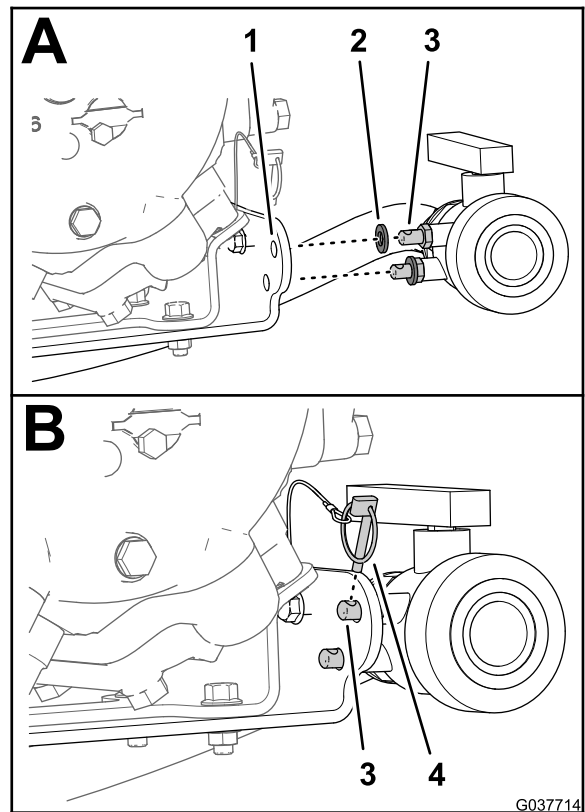

Figure 82
2. Veillez à monter les 2 rondelles en caoutchouc sur les 2 tenons de montage de la vanne de vidange (Figure 82).
3. Insérez les 2 tenons de montage dans les 2 trous de 11 mm du support de la pompe de pulvérisation (Figure 82).
4. Fixez la vanne de vidange au support de la pompe à l'aide de la goupille à anneau (Figure 82).